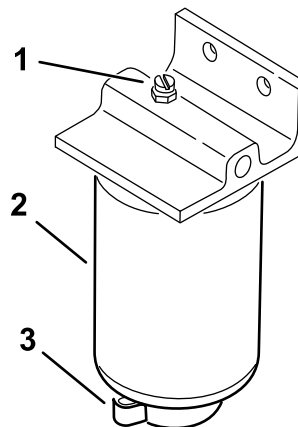

Figure 39
4. Ouvrez le robinet de vidange du filtre et le reniflard (Figure 39).